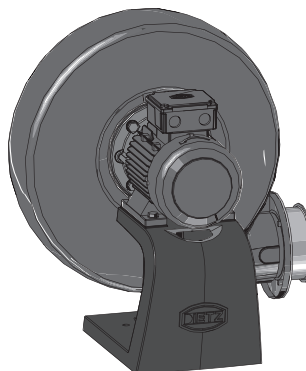

Fig. 262 Gebläse
- ▶ Drehrichtung auch bei Gebläse beim PuroWIN mit pneumatischer Zuführung kontrolliert – Fig. 262.